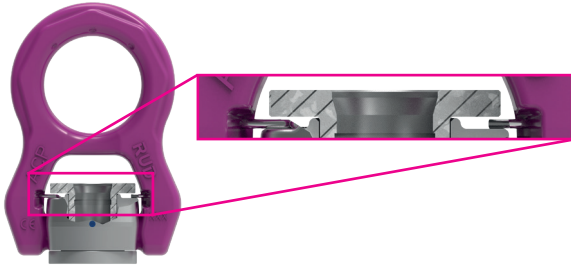

Fig. 13: ACP representado en un dibujo de corte. En el conector superior se puede reconocer el chaflán o bisel de entrada
1. Insertar el tornillo en el lado del conector que presenta un chaflán en la entrada (véase Fig. 13).